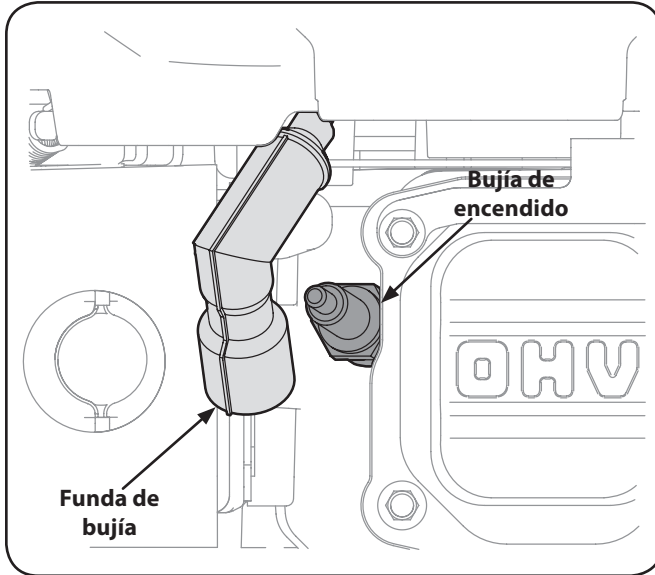

Figura 6-3
1. Retire la funda de bujía y utilice una llave para bujías para extraer la bujía. Vea la Figura 6-3.